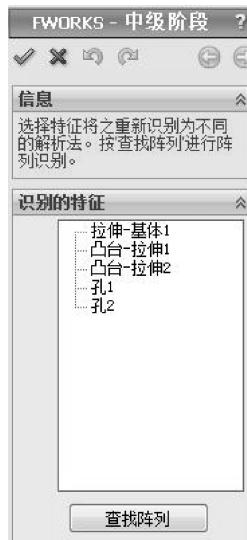

图 5-18 识别特征
- 06 单击【下一步】按钮 $\text{下一步}$ ，运行自动识别，识别的结果显示在列表中，从结果中可以看出此模型中有 5 个特征被成功识别，如图 5-18 所示。